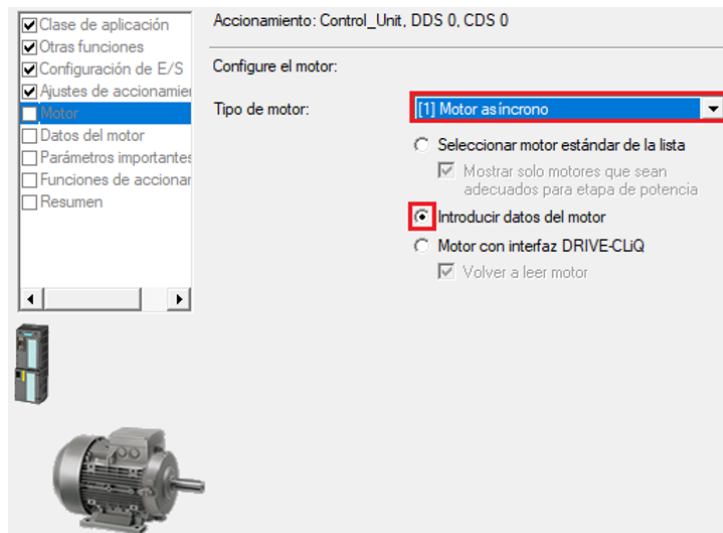

Figura 2.13: Motor.
- En “Motor” se debe escoger el tipo de motor que se utilizará. En la Figura 2.13 se ha seleccionado un motor “Asíncrono” y la opción “Introducir datos de motor”.